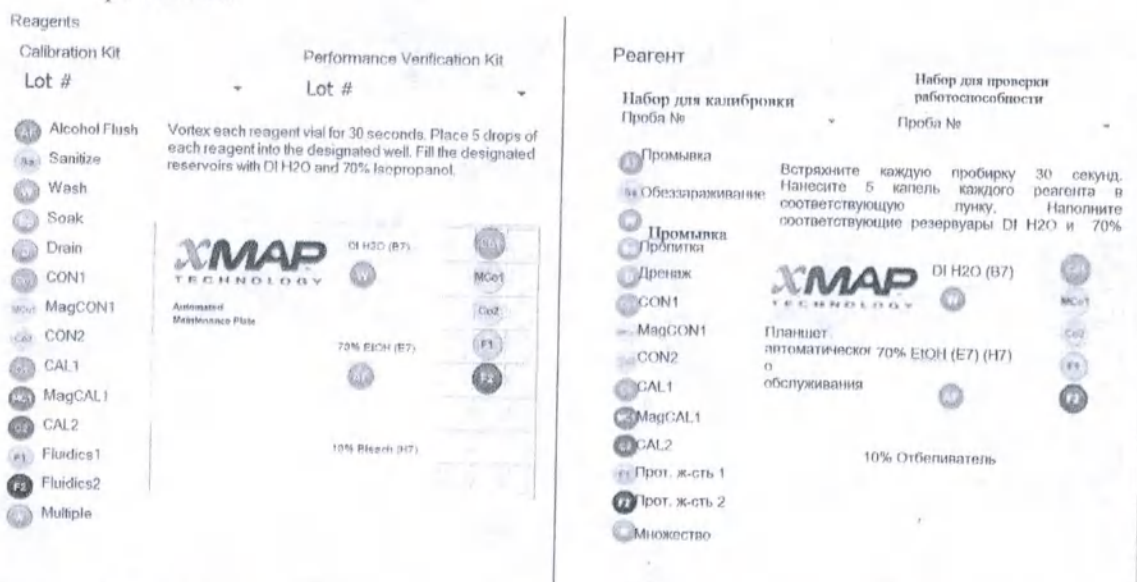

Рисунок 14 – Схема планшета для внесения реагентов для проверки работоспособности
15. Добавьте пять крупных капель каждого из реагентов для проверки работоспособности (CON1, MCON1, CON2, Fluidics1 и Fluidics2) во вторую лунку, как показано на рис. 14.